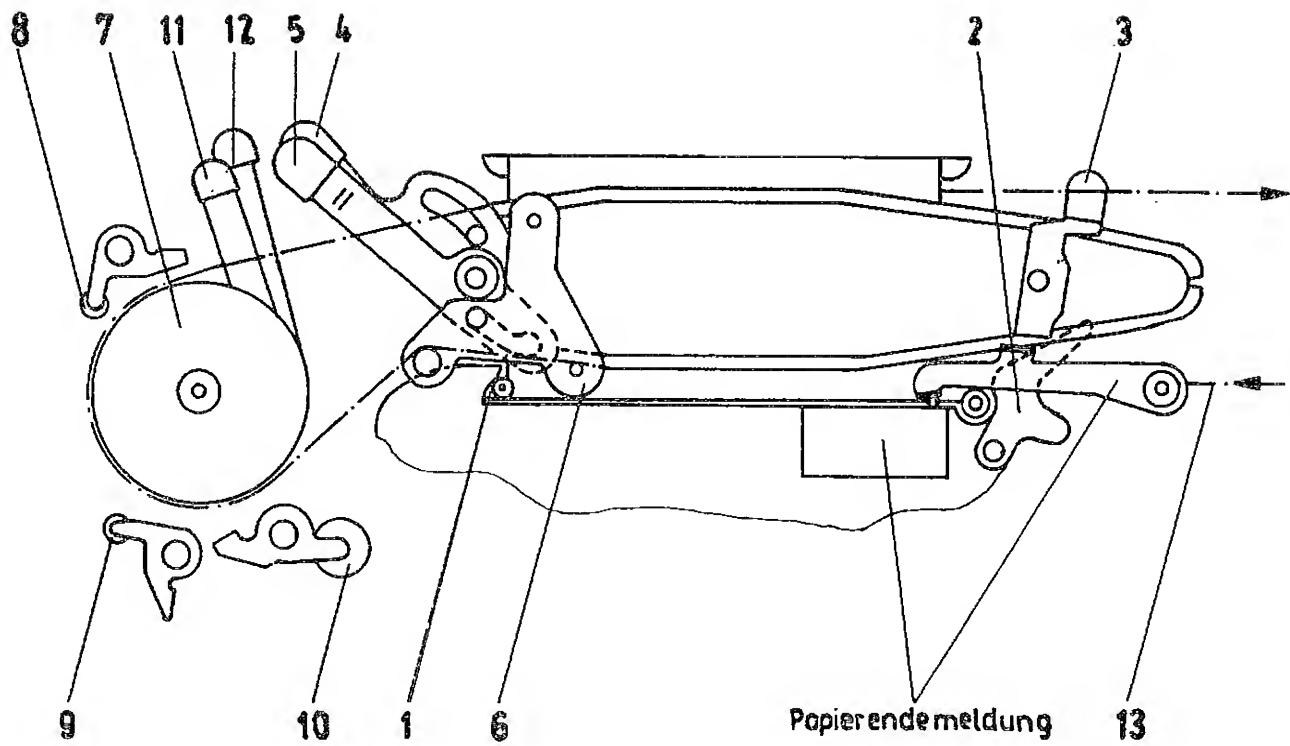

Bild 8
- Mit Hebel (3) werden die Feststellmechanik geöffnet und die Traktoren (Einrichtung für den Papiertransport) auf Formularlänge und -breite ausgerichtet. Die Formularbreite wird durch Auflegen des entsprechenden Formulars auf die Traktoren eingestellt. Dabei müssen die Schlitze der Traktoren mittig zu den Transportlochanlagen des Papiers liegen. Die Handräder zum Verdrehen der Sechskantachsen werden gleichmäßig auf die Papierbreite verteilt. Die Traktoren sind auch so einzustellen, daß die Abfühlhebel für die Papierendmeldung nicht im Bereich der Randlochanlage des Papiers liegen.
- Das Öffnen der Andruckrollen der Druckwalze (8, 9, 10) erfolgt mit den entsprechenden Hebeln (11, 12) außer Andruckrolle (8), die einfach mit der Hand bedient wird.
- Die Spannachse (6) ist nach Lösen der Rändelmutter an der linken und rechten Seitenwand mit Hilfe der Hebel durch Verschieben nach vorn zu entspannen.
- Das Papier von hinten entsprechend Bild 8 einführen. Mit Hilfe des Walzendrehknopfes der Druckwalze (7) werden die Transportnocken in die ersten Perforationslöcher bewegt und das Papier um die Druckwalze gefördert (Druckwagen leicht abgeschwenkt!).
- Papier unter der oberen Andruckrolle (8) in die oberen Transportnocken führen.
- Nur wenn das Papier nicht glatt an der Schreibwalze liegt, ist durch gefühlvolles Einstellen der Spannachse (6) das Papier auszugleichen. Ein zu straffes Spannen des Papiers um die Druckwalze ist unbedingt zu vermeiden!